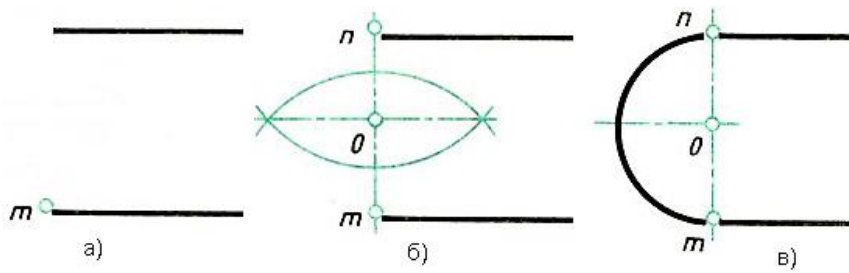

Рис.12. Сопряжение двух параллельных прямых
Заданы две параллельные прямые и на одной из них точка сопряжения  $m$  (рис. 12, а). Требуется построить сопряжение.
1. Находят центр сопряжения и радиус дуги (рис. 12, б). Для этого из точки  $m$  на одной прямой проводят перпендикуляр до пересечения с другой прямой в точке  $n$ . Отрезок делят пополам.
2. Из точки  $O$  - центра сопряжения радиусом  $O_m = O_n$  описывают дугу до точек сопряжения  $m$  и  $n$  (рис. 12, в).